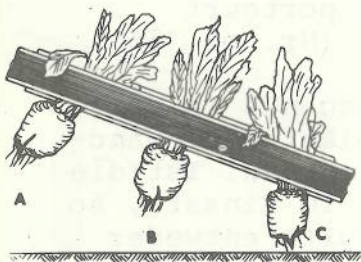

Abb. 23
2. Schleppergang und Gaseinstellung sind so zu wählen, daß die Umlaufgeschwindigkeit des Ziehringes mit der Vorwärtsbewegung der Maschine übereinstimmt. Folgendes ist aus der Abb. 23